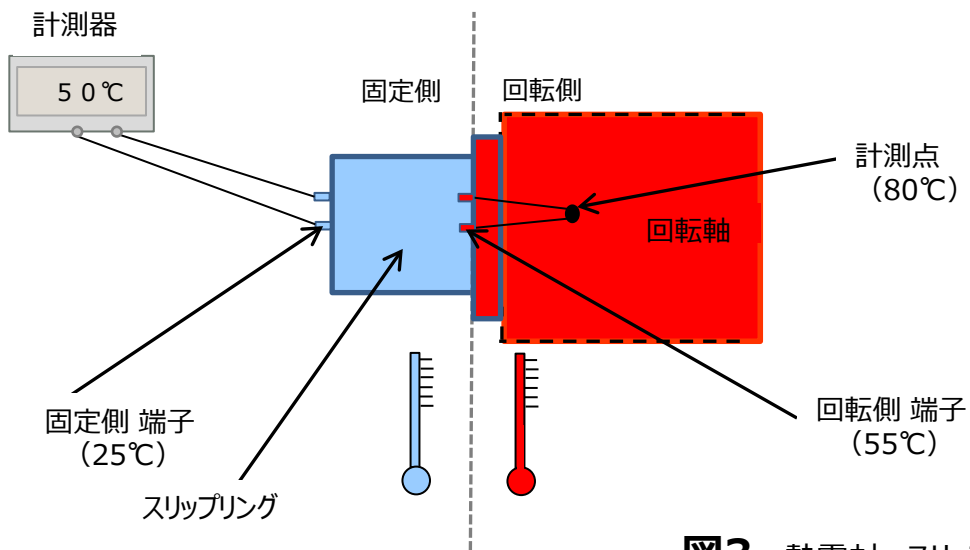

図3. 熱電対+スリップリング②
→ P.5 **図3. 熱電対 + スリップリング②**
⑤⑥ リングとブラシは異種金属接点ですが、⑤と⑥の2点間距離は2mm程の至近距離のため発生熱起電力は同絶対数であり、
⑤（ブラシ→リング）、⑥（リング→ブラシ）